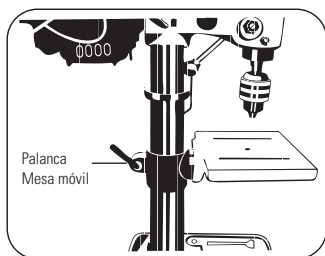

FIGURA 8.9
- Para conectar la manivela a la cremallera, afloje la Palanca de la Mesa Móvil (Figura 8.9), levante o baje la mesa girando la manivela.
- Cuando sea alcanzada la posición deseada, apriete firmemente la Palanca de la Mesa Móvil para que la mesa **7** no se mueva más (Figura 8.9).
- Afloje la Palanca de la Mesa Móvil (Figura 8.9).